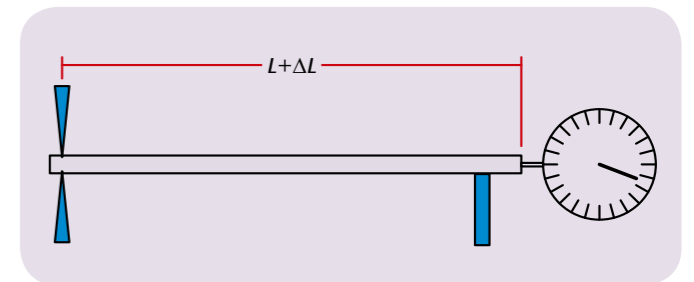

Fig. 1: Representação esquemática da disposição de medição
Os coeficientes lineares de expansão buscados podem, portanto, ser determinados a partir da inclinação da reta de origem na Fig. 1. A derivação da equação (3) é, de resto, desnecessária, quando se observa também altas temperaturas. Então,  $\alpha$  se apresenta não como constante, mas dependente da temperatura. Este é – em observação mais precisa – também o caso no âmbito de temperatura analisado aqui. Como as alterações de comprimento são medidas com um resolução de 0,01 mm, uma análise exata de dados mostra, em especial para latão, que os valores de medição não decorrem de forma exatamente linear e que o coeficiente de expansão aumenta levemente com o aumento da temperatura.